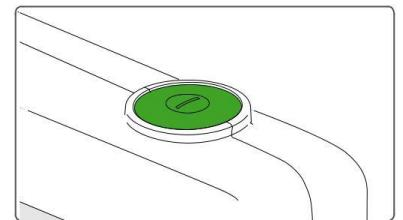

Figure 24. Bouton d'allumage « MARCHE/ARRÊT »
1. Appuyez sur « MARCHE/ARRÊT » pour allumer l'appareil. Figure 24.